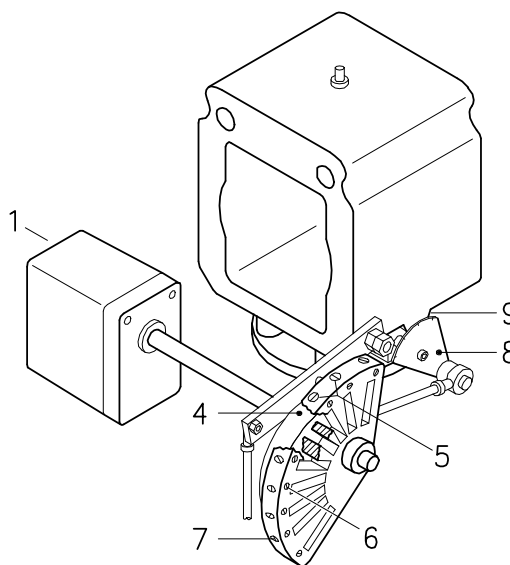

рис. 31
Постепенно отрегулируйте торцевой профиль кулачка 4) (рис. 31), поворачивая винты 7).
Расшифровка (рис. 31)
Плавное отрегулируйте начальный профиль кулачка 4) Рис. 31 на стр. 26, поворачивая винты 5).
- снимите кулачок 4) рис. 31 на стр. 26 с серводвигателя, нажав (и переместив вправо) кнопку разблокировки серводвигателя;
► Как только будет достигнута оптимальная регулировка, закрепите ее винтами 6) Рис. 31 на стр. 26.